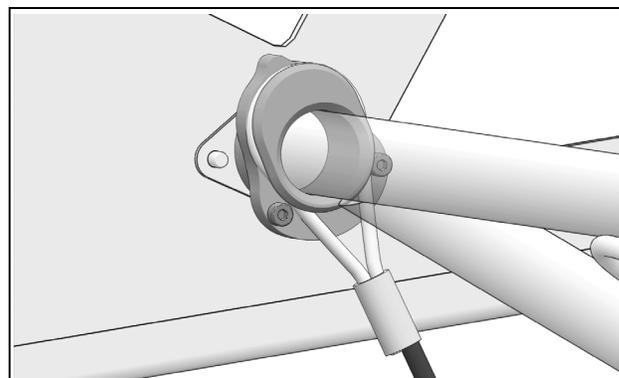

Figure 17
- **Position courte :** conditions de neige molle, poudreuse. Figure 17.